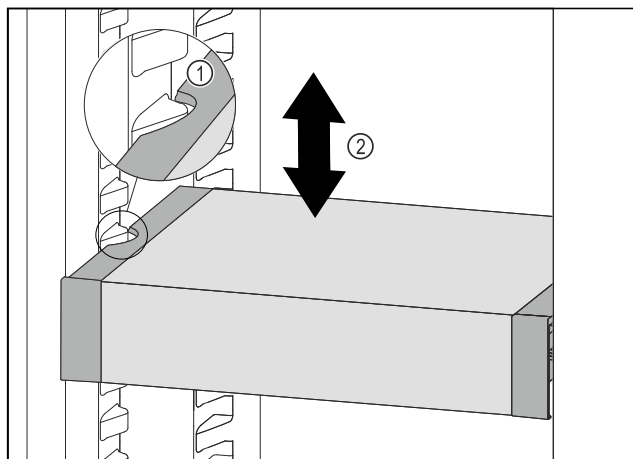

Fig. 93
- Táhněte VarioSafe dopředu, dokud nebudou boční vybrání VarioSafe na úrovni žebrovaní na nádoby v chladničce. Fig. 93 (1)
- Posouvejte VarioSafe v chladničce nahoru nebo dolů, dokud nedosáhnete požadované výšky. Fig. 93 (2)